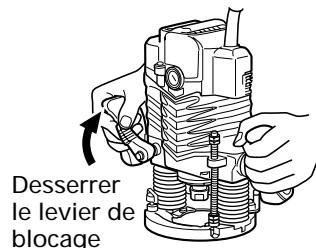
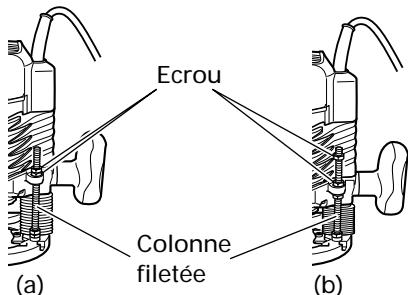

Fig. 4
Fig. 5
- ③ Desserrez le levier de blocage et appuyez sur le corps de l'outil jusqu'à ce que le couteau touche la surface plate. Resserrez le levier d'arrêt à ce moment là. (Fig. 4)
- ④ Resserrez le bouton d'arrêt de colonne. Alignez l'indicateur de profondeur avec la graduation "0" de l'échelle.
- ⑤ Desserrez le bouton d'arrêt de colle et elevez-le jusqu'à ce que l'indicateur soit aligné avec la graduation représentant la profondeur de coupe souhaitée. Resserrez le bouton d'arrêt de colonne.
- ⑥ Desserrez le levier d'arrêt et appuyez sur le corps de l'outil jusqu'au bloc d'arrêt pour obtenir la profondeur de coupe souhaitée.
- (2) Comme montré dans la Fig. 5 (a), le fait de desserrer les deux écrous de la tige filetée et de les déplacer vers le bas permet le déplacement vers le bas de l'extrémité du couteau lorsque le levier de verrouillage est desserré. Ceci est utile lorsque l'on déplace la mortaiseuse pour aligner le couteau avec la position de coupe. Comme montré dans la Fig. 5 (b), serrer les écrous supérieurs et inférieurs pour une profondeur de coupe stable.
- (3) Lorsque l'on n'utilise pas l'échelle pour régler la profondeur de coupe, pousser la colonne de butée vers le haut de façon à ce qu'elle ne gêne pas.